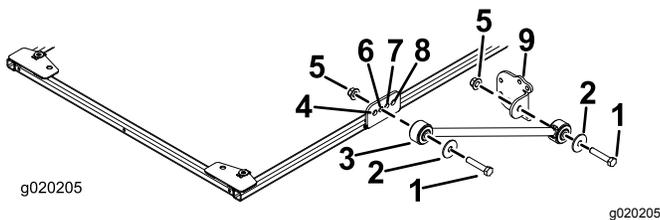

Bild 8
7. Befestigen Sie an jeder Seite des Sonnendachrahmens eine Strebe mit einer Schraube (1/2" x 2 1/2"), einer Scheibe (1/2") und einer Bundmutter (1/2") lose im zweiten Loch der Strebenhalterung, wie in Bild 8 abgebildet.
8. Befestigen Sie eine Strebenhalterung mit einer Schraube (1/2" x 2 1/2"), einer Scheibe (1/2") und einer Bundmutter (1/2") an jeder Strebe, wie in Bild 8 abgebildet.